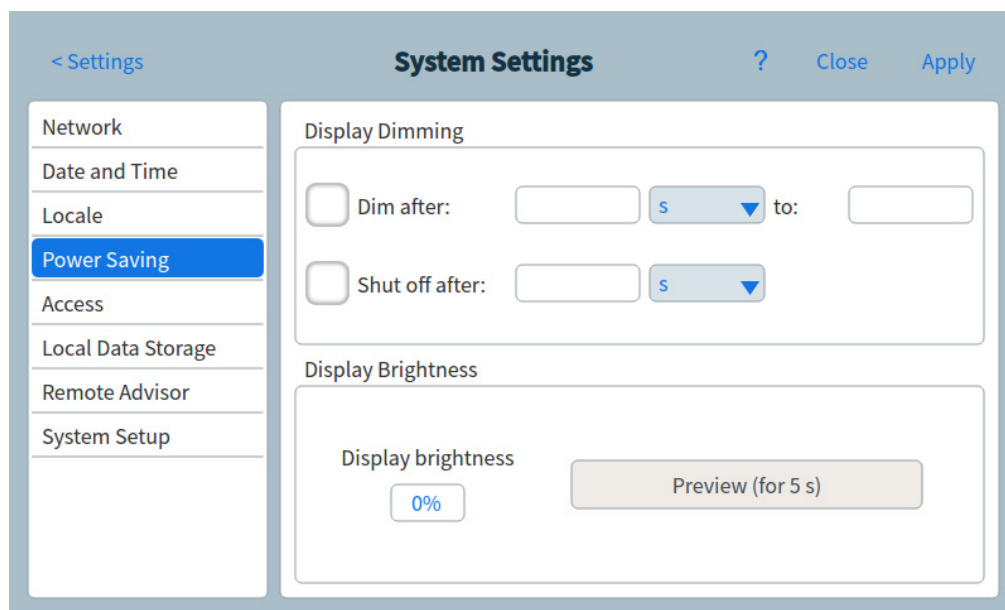

Figura 44 Pagina risparmio energia
- 1 Dalla pagina System Settings, premere il tasto di selezione **Power saving**. Compare la pagina Power Saving. Vedere Figura 44.